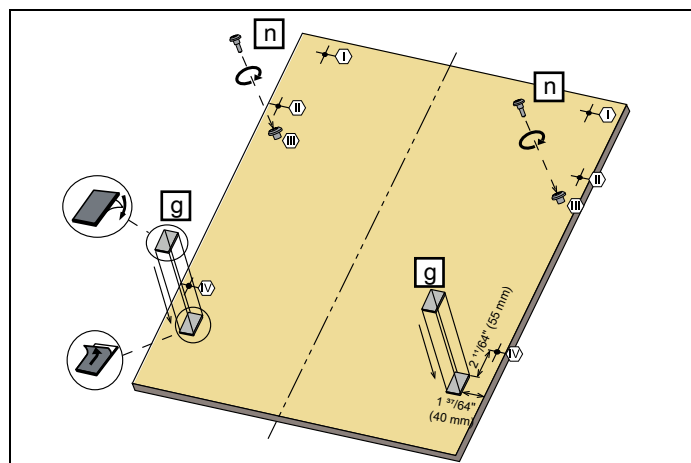

Fig. 20
- 3) Så som visas i Fig. 20 , Skruvar $\varnothing 4$ mm x 21,5 mm (5/32" x 27/32") installeras i position III.
- 4) Så som visas i Fig. 20 installeras träfästlister i position som visas i bilden.